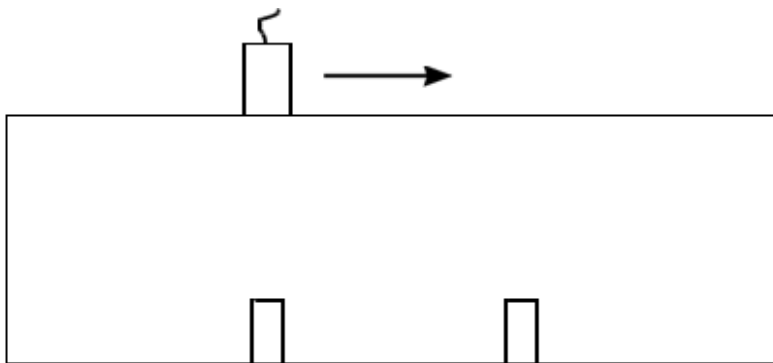

Рисунок 3.18 - Образец с двумя отражателями, расположенными на одинаковой глубине
3.8.3.1 Фронтальную разрешающую способность (ФРС) определяют на образце с двумя отражателями, расположенными на одинаковой глубине (рис. 3.18). В качестве отражателей могут быть как плоскодонные отверстия, так и другие отражатели, например, пазы или боковые цилиндрические отверстия, расположенные параллельно поверхности сканирования.